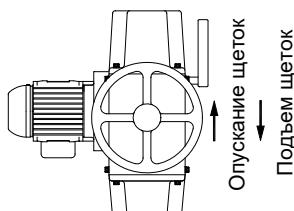

Рисунок 5.3. Штурвал для ручного управления
После перевода рычага (8) на ручной привод проверните штурвал (7) для подъема щеток и замыкания накоротко контактных колец или опускания щеток и размыкания контактных колец, как показано на Рисунок 5.3.